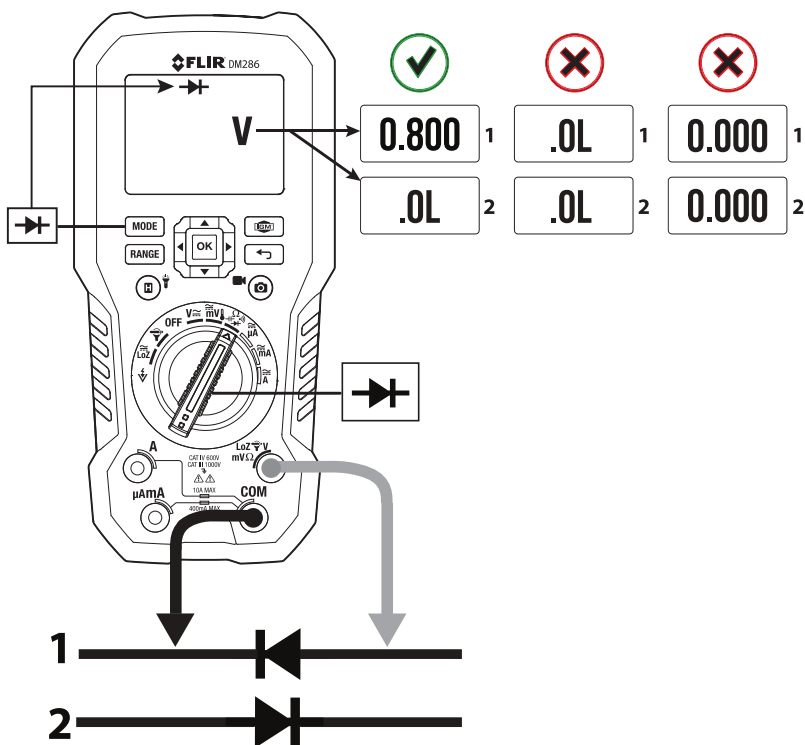

Fig. 9.6 Test de diode
3. Comme indiqué en **Fig. 9.6**, mettez en contact les pointes des cordons de test sur la diode dans un sens (1) et notez la tension relevée. Mettez en contact les pointes des cordons de test sur la diode dans le sens opposé (2) et notez la valeur relevée.
4. Pour déterminer si la diode est en bon ou en mauvais état, aidez-vous des combinaisons de relevés de tension indiquées en **Fig. 9.6**.